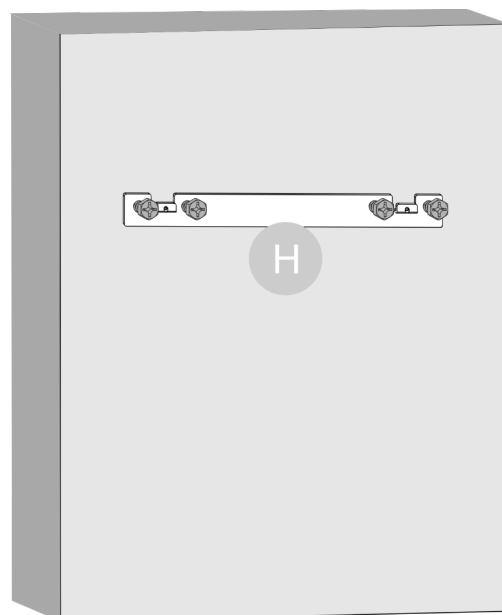

Fig. 19
06) Assicurarsi che la **staffa a parete (H)** sia fissata saldamente e livellata, come illustrato nella Fig. 19.